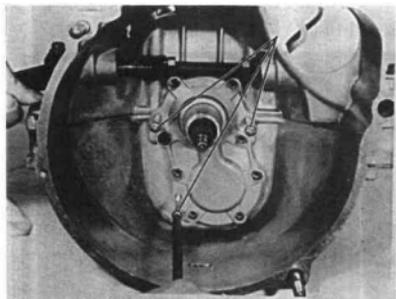

图 10-14
(2) 拆卸下轴承保持架上的螺栓并取下轴承保持架(图 10-14)。